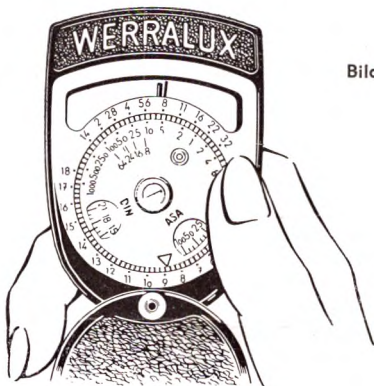

Bild 3
2. Daraufhin schwenkt man den Belichtungsmesser so herum, daß er meßbereit in der Hand liegt (Bild 3). Dabei berührt der Daumen den Rändelring **(8)** zum Betätigen des Nachstellzeigers **(1)**.